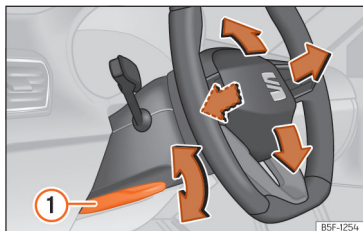

Fig. 60 Alavanca na parte inferior do lado esquerdo da coluna de direção
- Puxe a alavanca »» Fig. 60 ① para baixo, mova o volante até à posição desejada e volte a subir a alavanca até ao ponto de fecho.
- Após ajustar a coluna da direção, empurre firmemente a alavanca »» Fig. 60 ① para cima para que o volante não mude de posição acidentalmente durante o andamento.